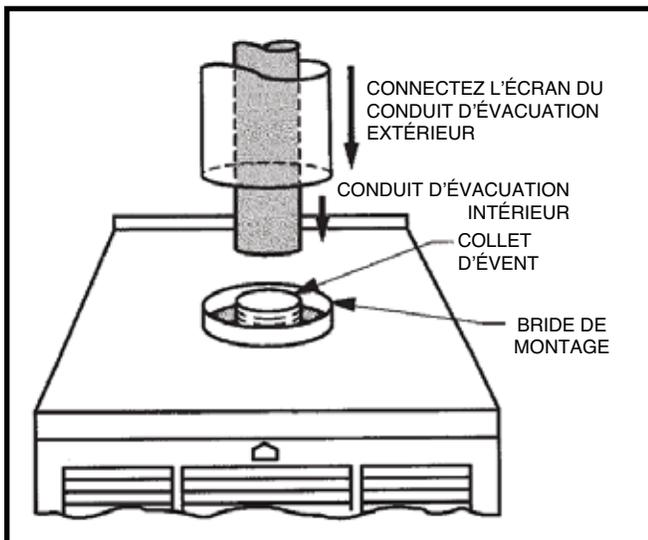

Figure 23. Branchement du tuyau d'air de combustion
3. Connectez le tuyau d'évacuation intérieur au collet d'évent de la fournaise. Voyez la Figure 23 \(page 12\).
4. Connectez le tuyau d'air de combustion au collet de la fournaise avec une vis à tête. Voyez la Figure 23.